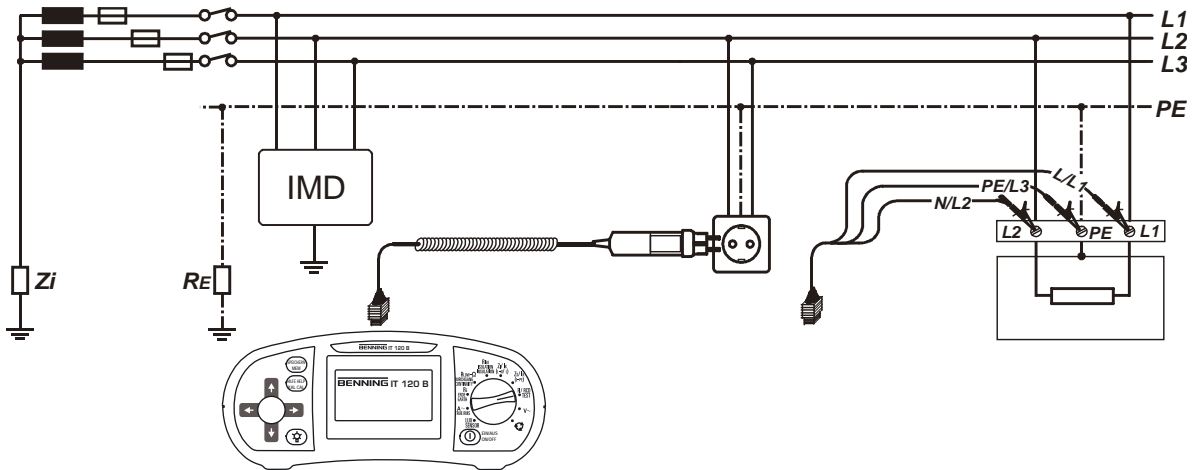

Abbildung 11.5: Anschluss von Prüfcommander und Universalprüfkabel
Schritt 3 Schließen Sie das Prüfkabel an die zu prüfende Komponente an. Befolgen Sie zur Durchführung der Fehlerstrommessung für den ersten Fehler den Anschlussplan in Abbildung 11.5. Verwenden Sie bei Bedarf die Hilfe-Funktion.